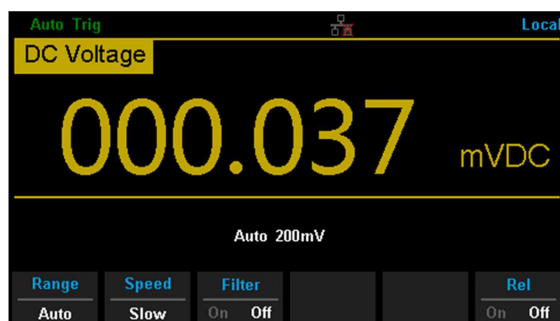

図 2-4 直流電圧測定画面
1. 前面パネルの **DCV** を押して DC 電圧測定画面に入ります (図 2-4 参照)。